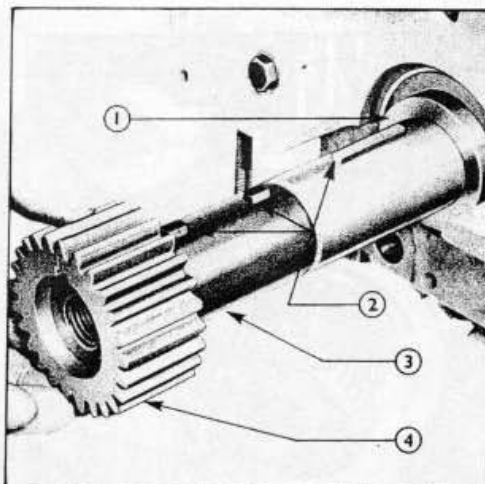

Fig. 16 = Pose du pignon de vilebrequin sur l'adaptateur de Positionnement
1. Visser l'adaptateur de positionnement (T.6193-1/a) de l'outil de repose de pignon de vilebrequin aussi loin que possible sur l'extrémité antérieure du vilebrequin de telle sorte que les guides de l'adaptateur soient alignés avec la clavette Woodruff de l'extrémité du vilebrequin (Fig. 16).